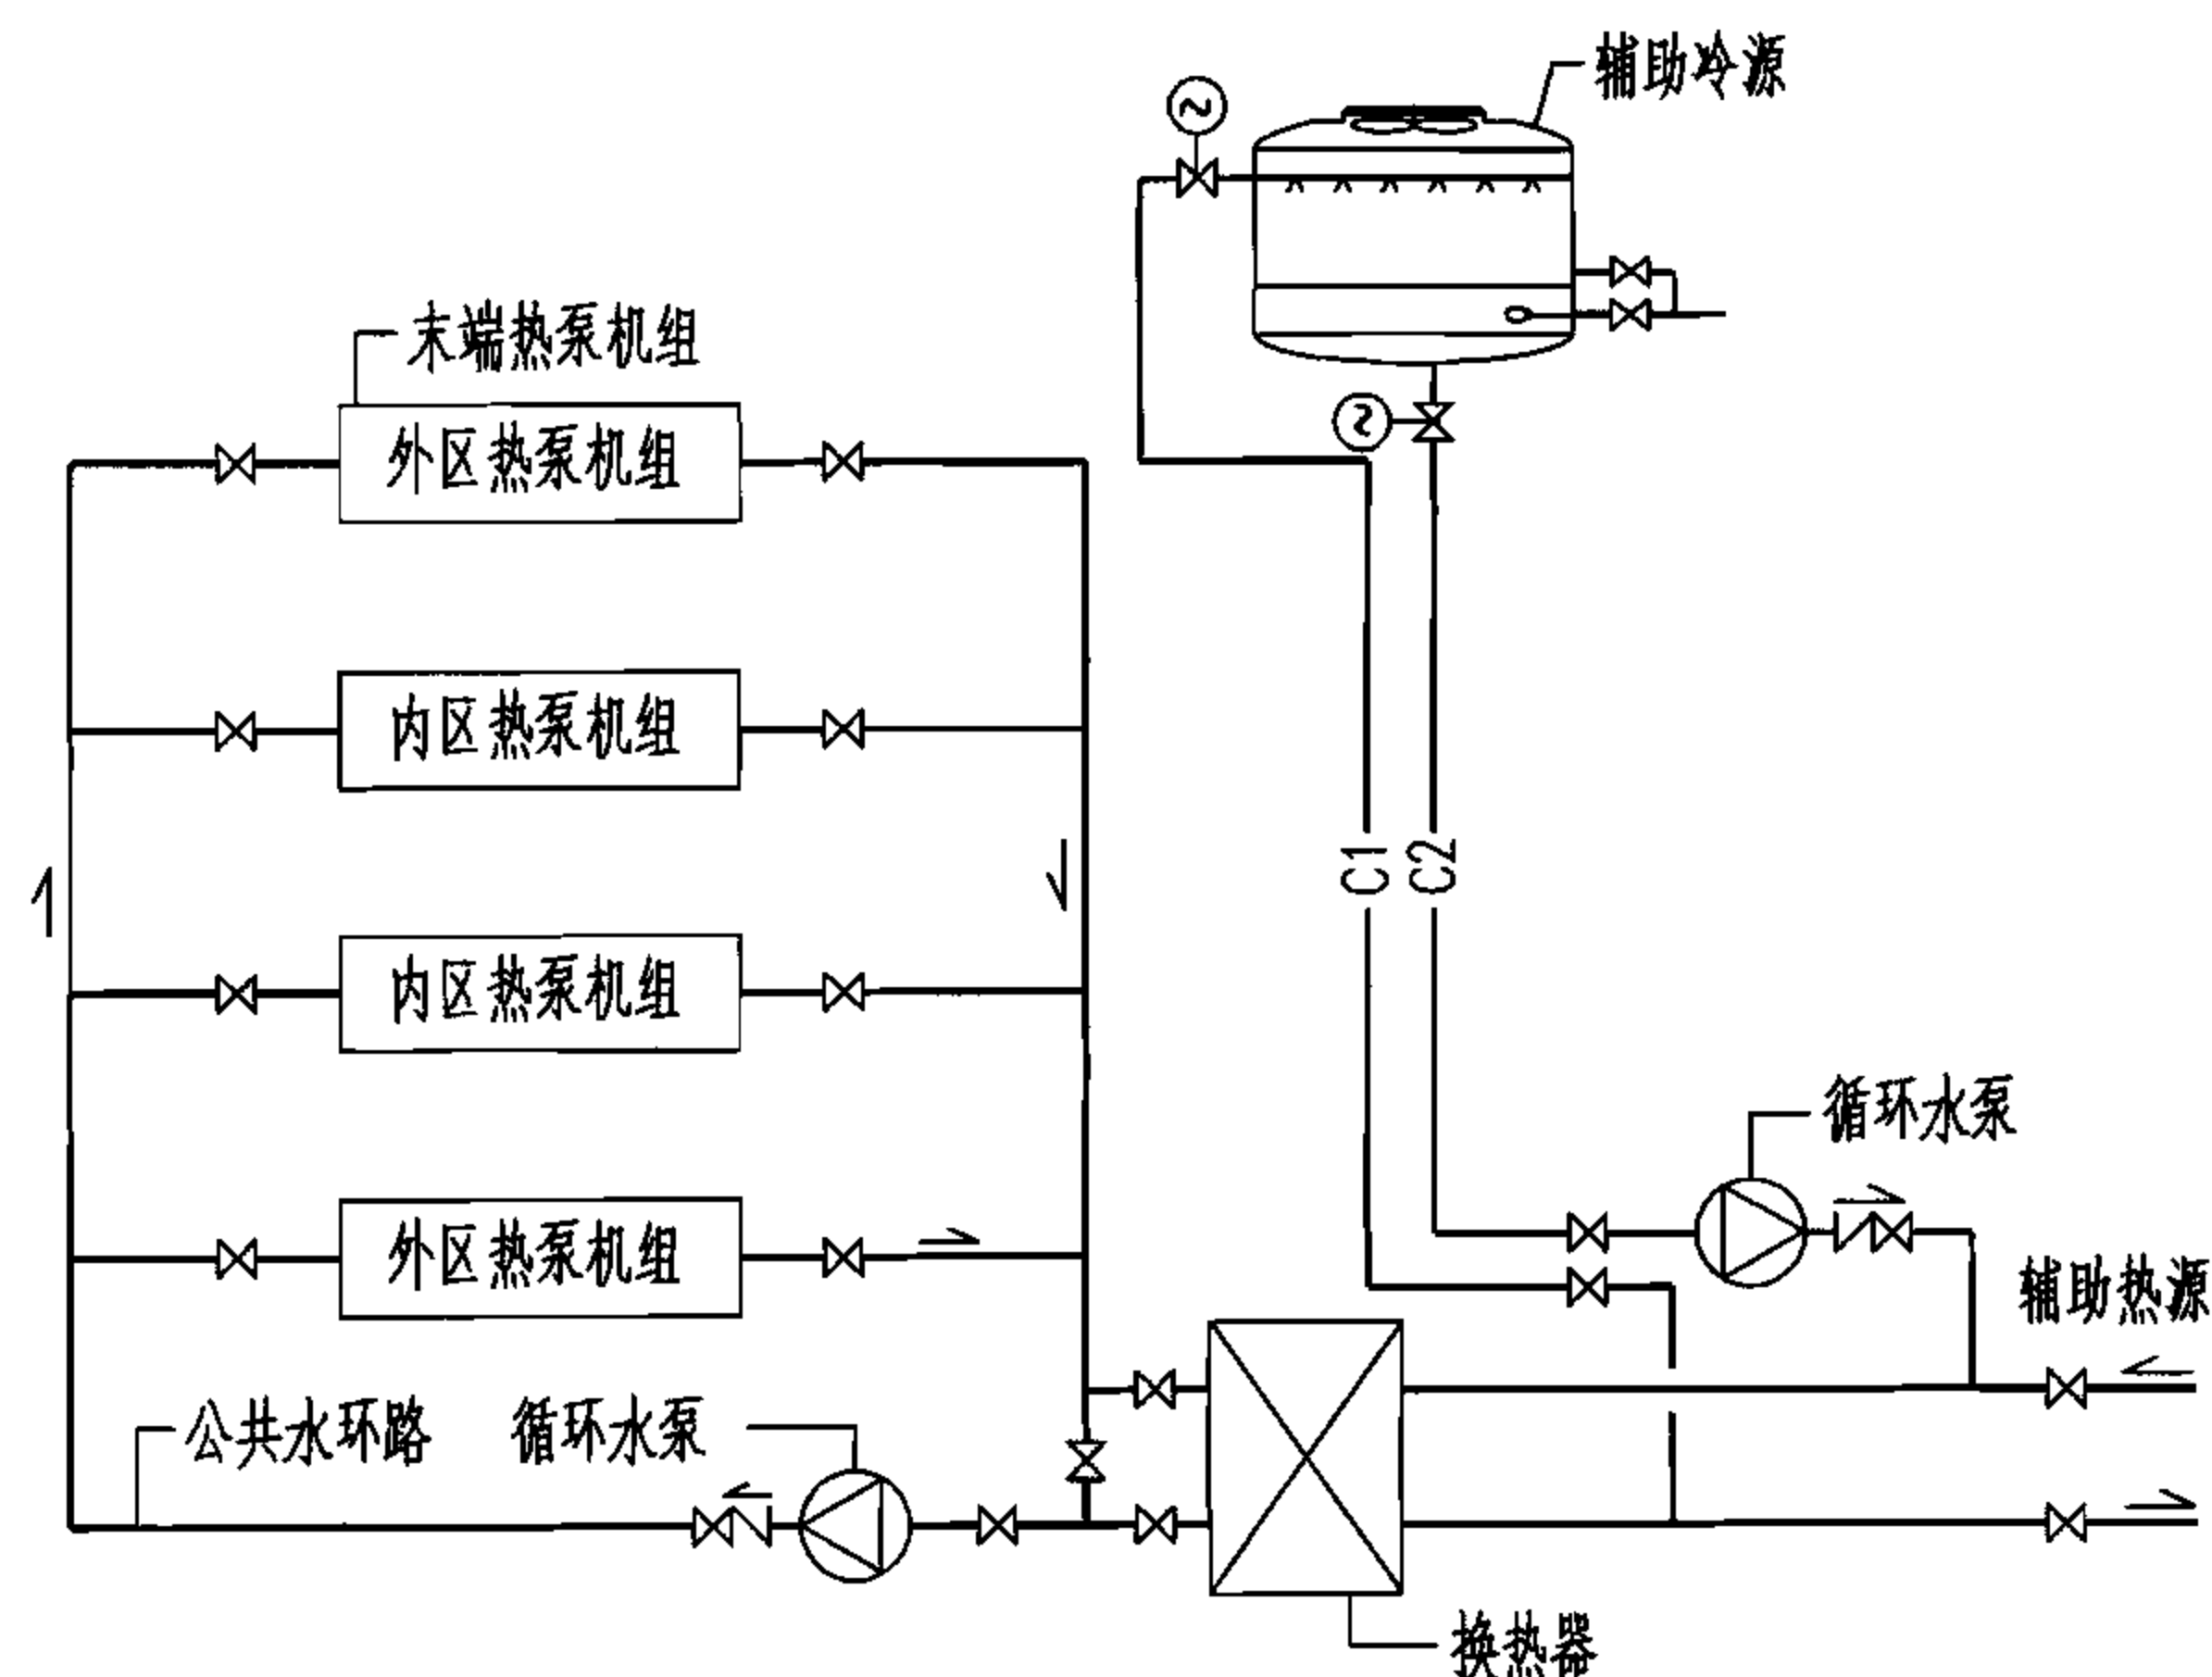
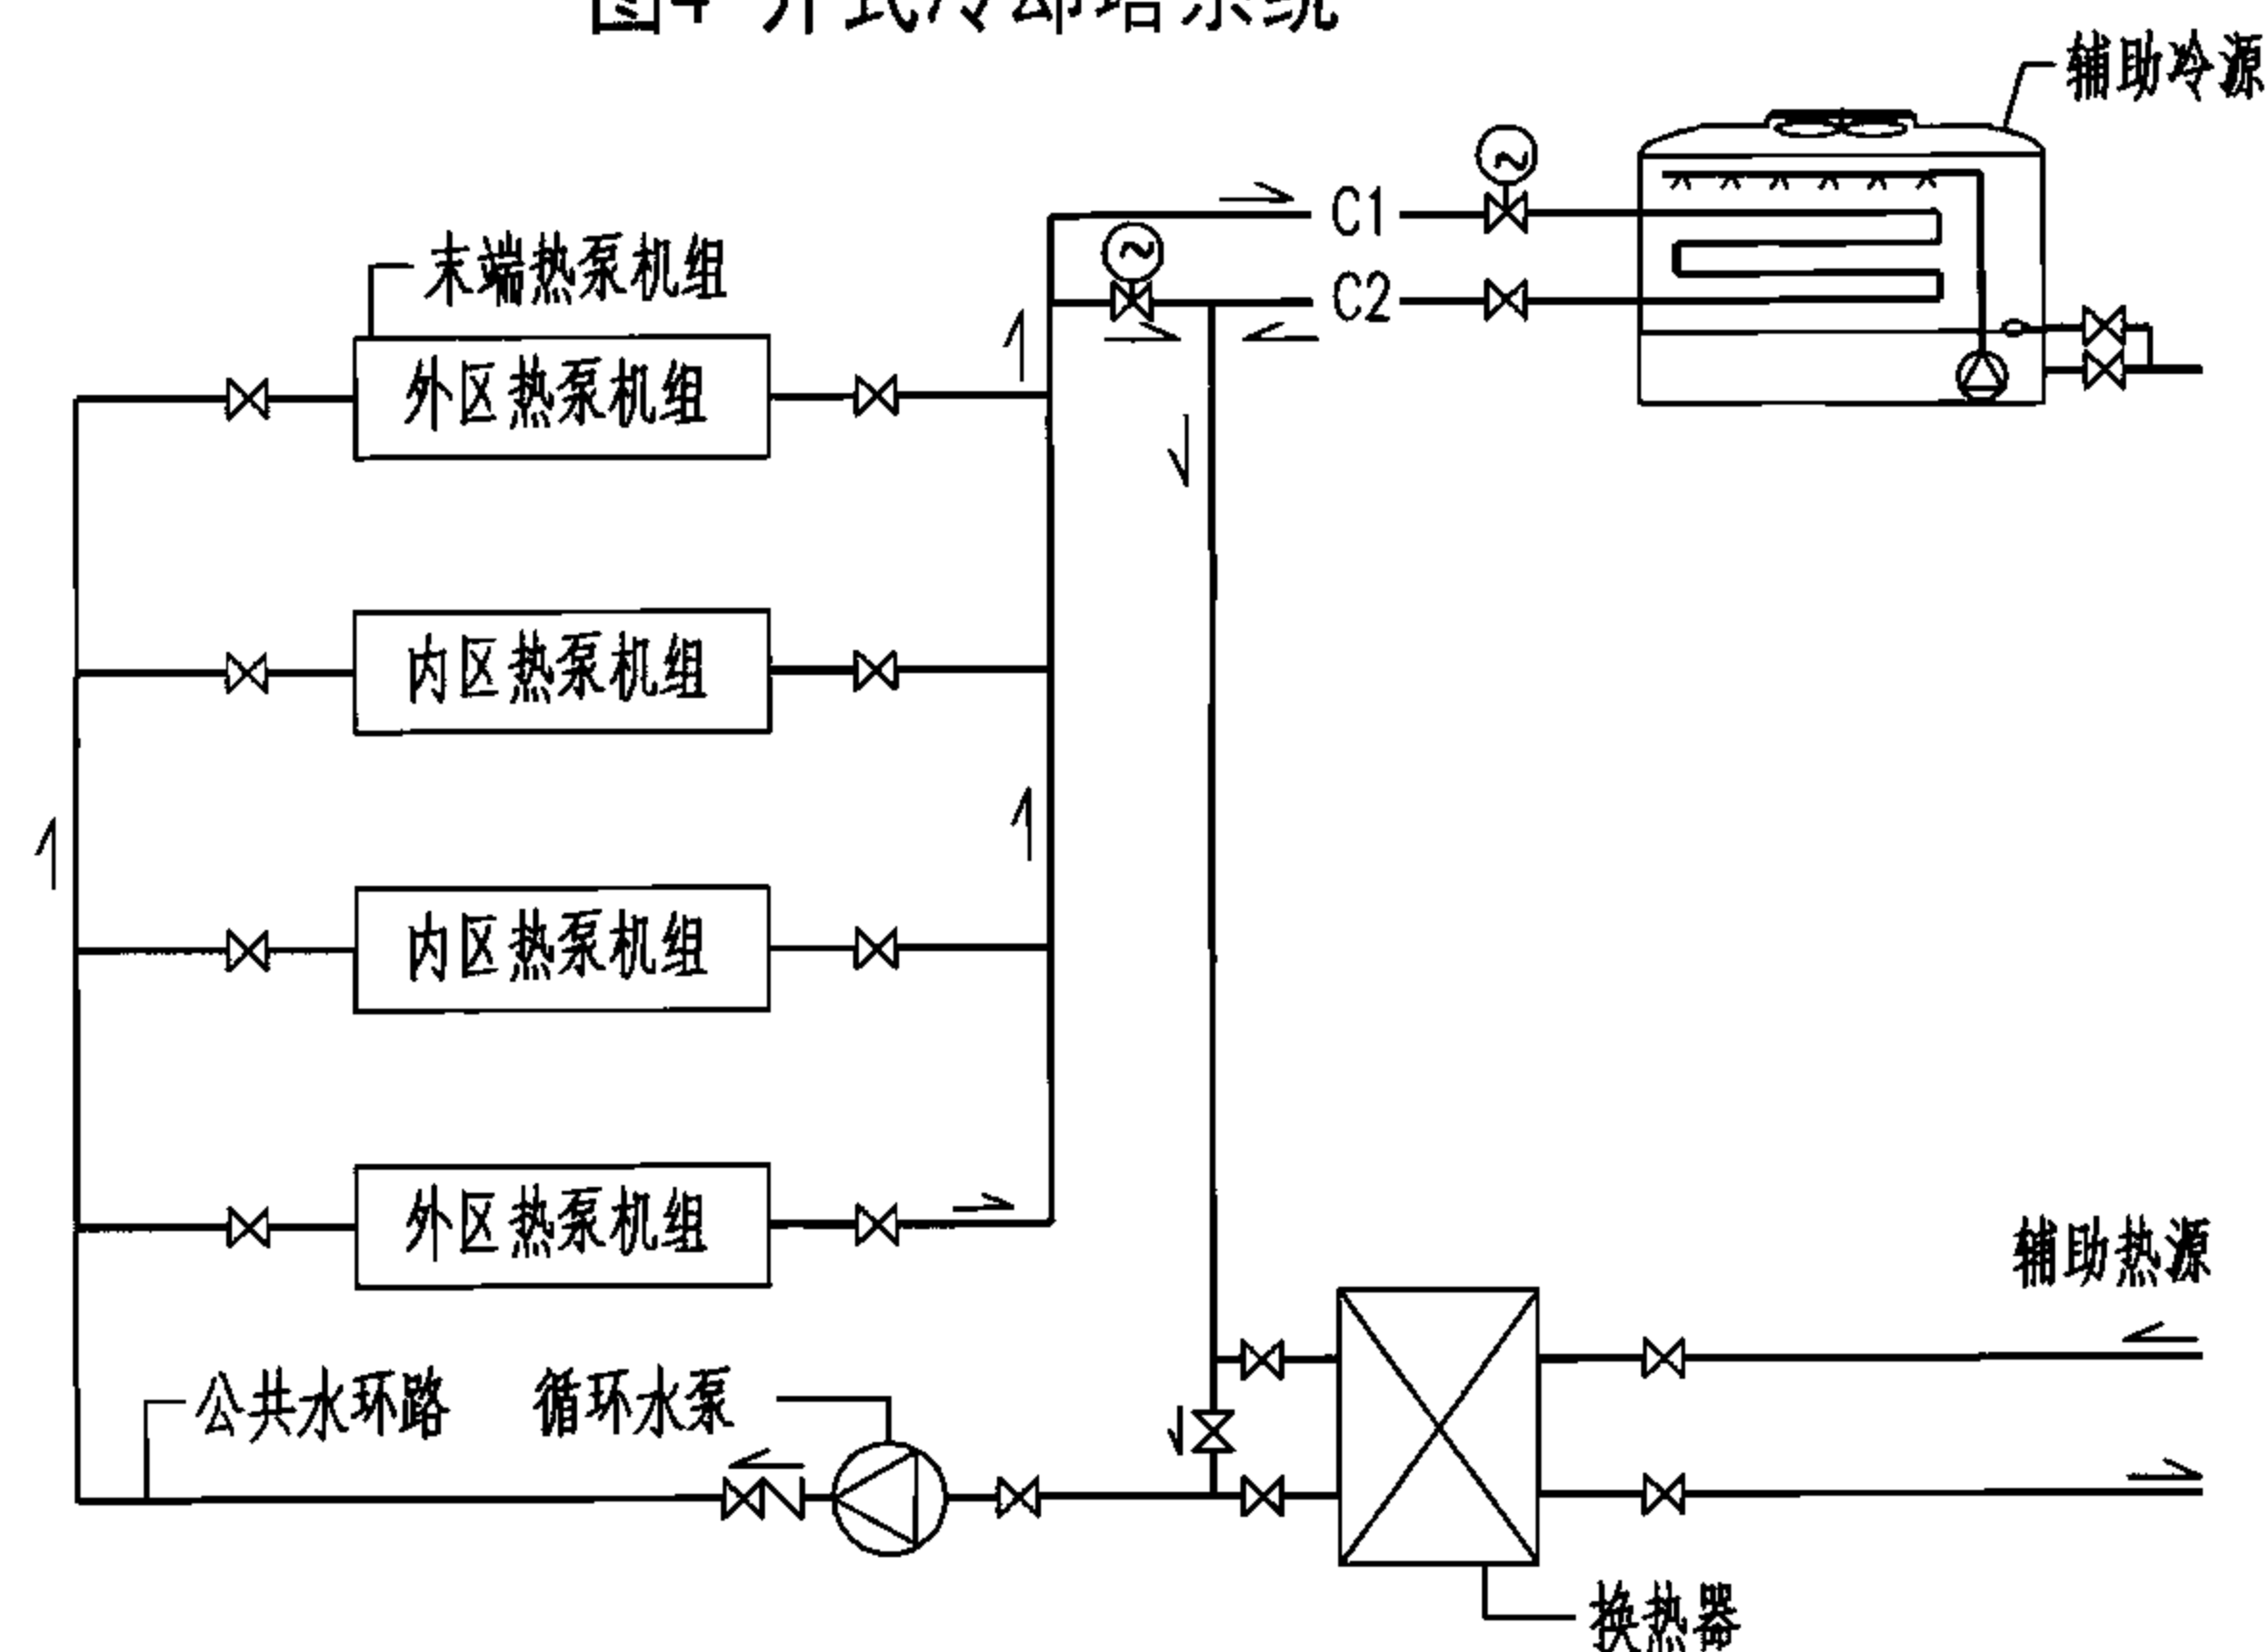
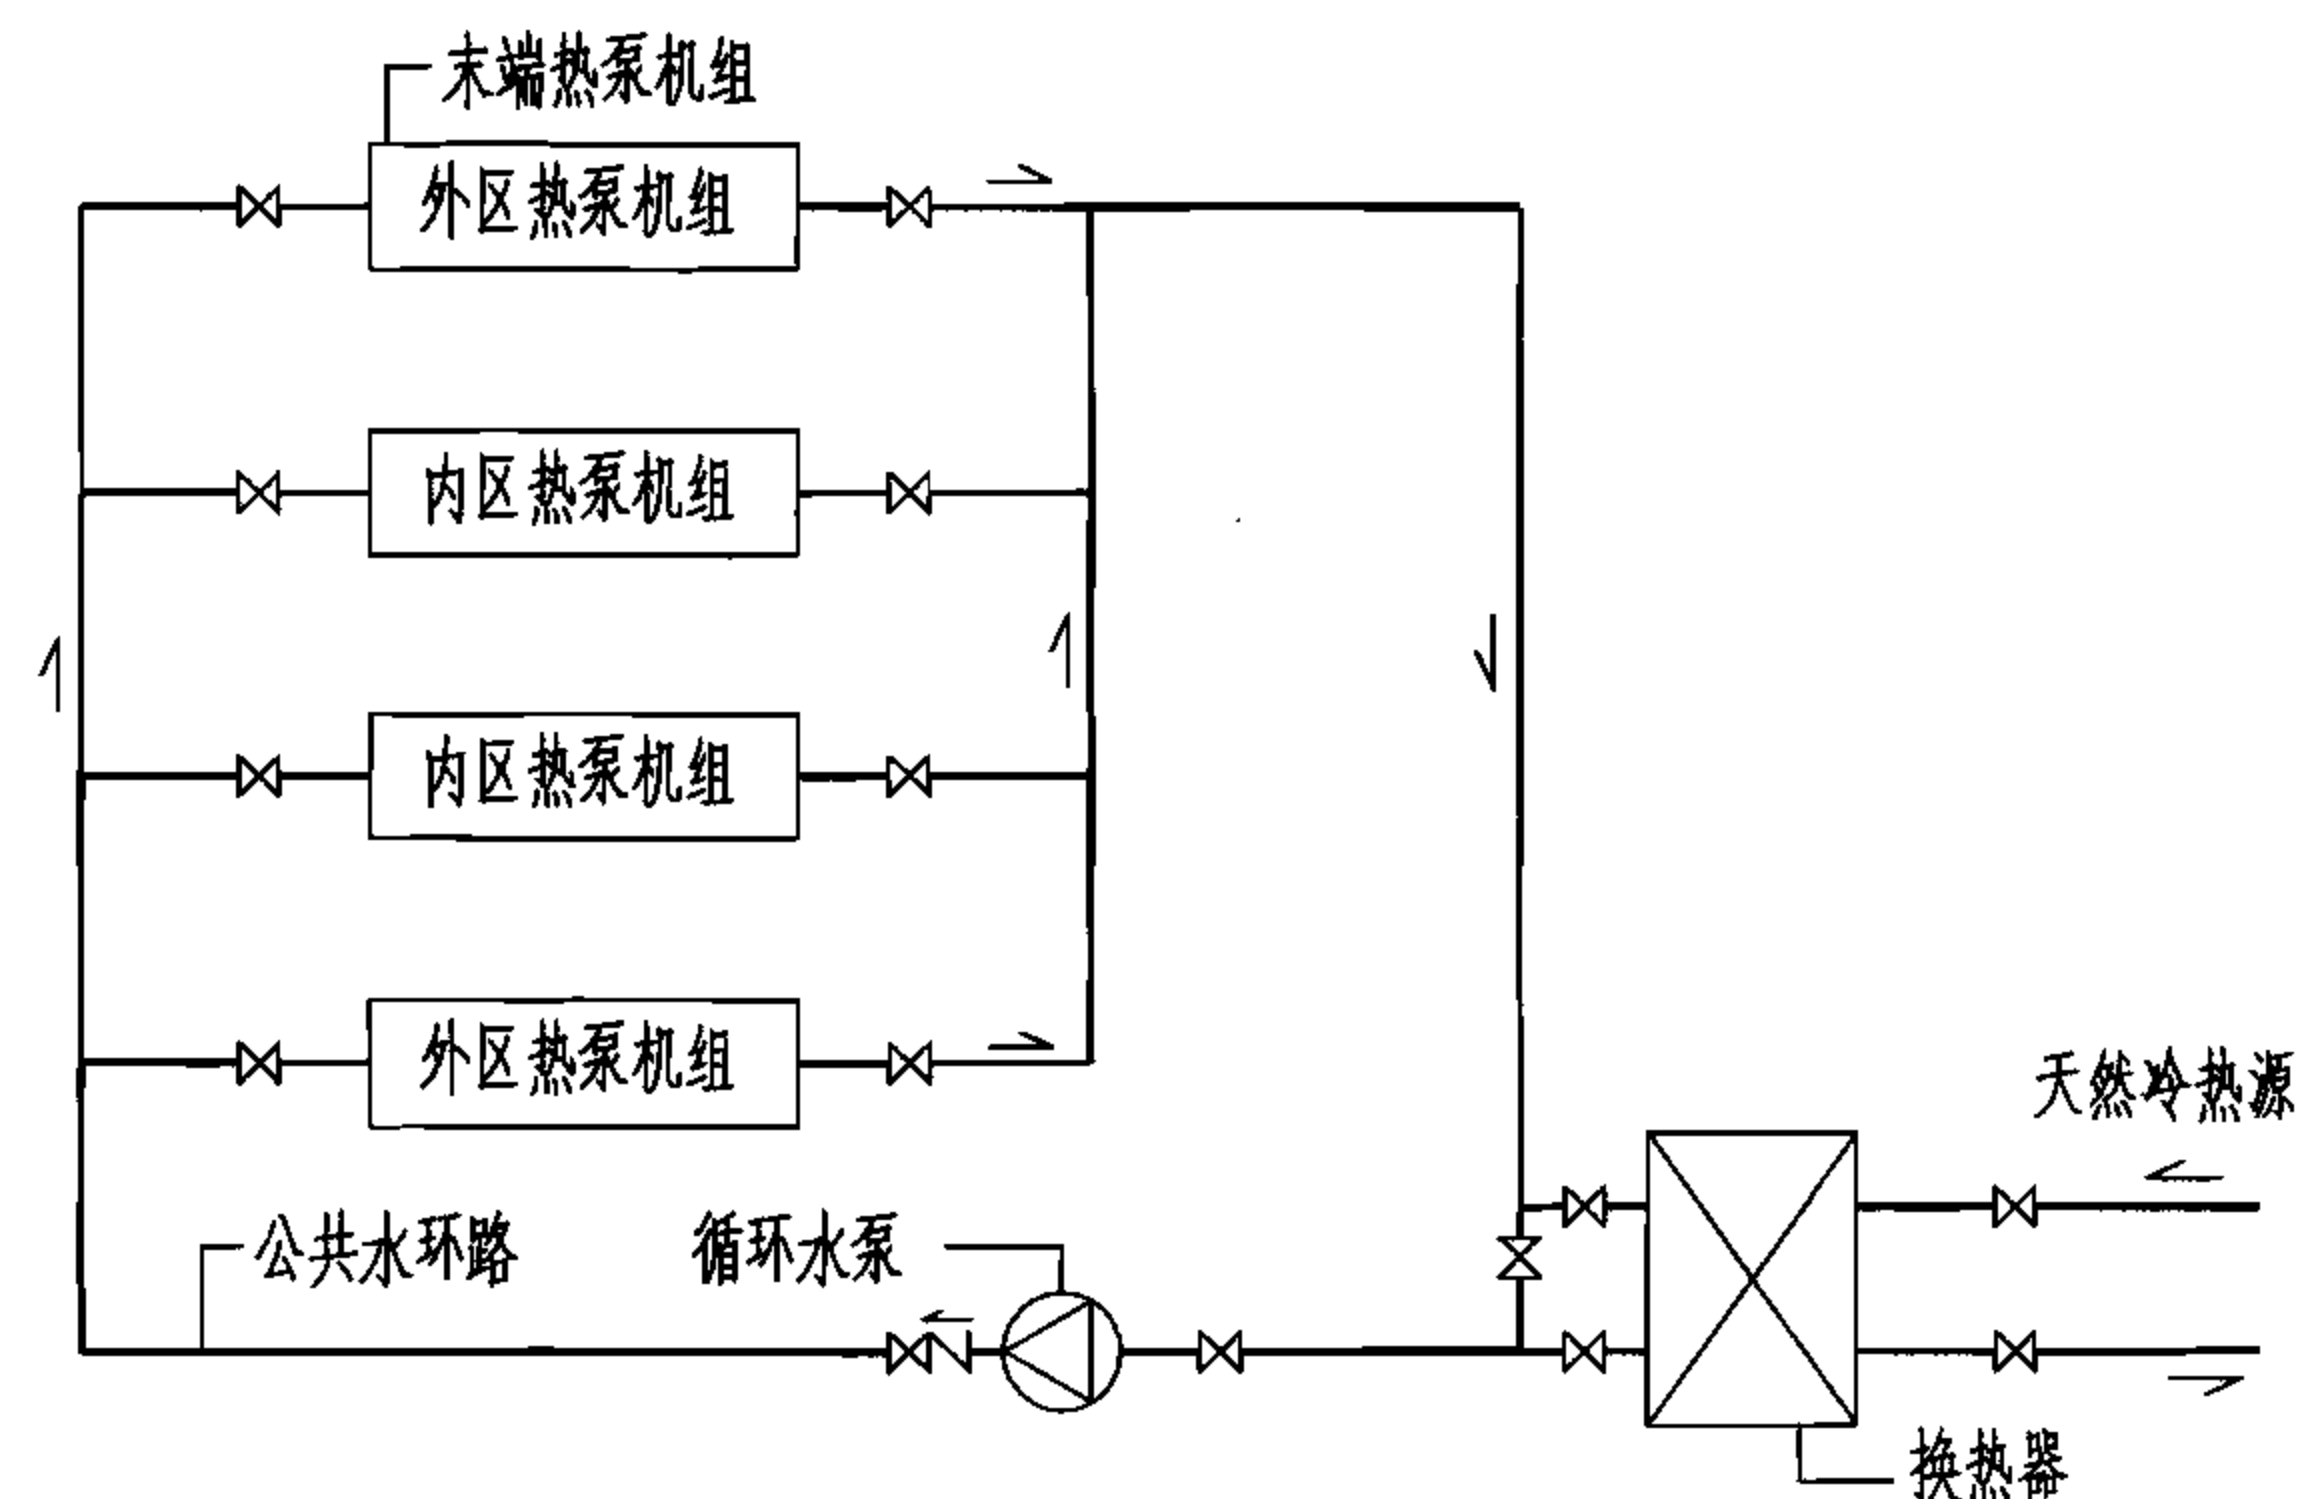

图4 开式冷却塔系统
图5 闭式冷却塔系统
图6 天然冷、热源系统
2.1 水环系统由三部分组成: 水环热泵机组; 公共水环路; 辅助冷热源。如图4、图5、图6所示。
注：1. 图4、图5所示辅助冷热源一般为：冷却塔、燃油（气）锅炉、市政热力等。
2. 图6所示为天然冷热源，如：地下水、地表水、工艺废水等。
如实际工程中有如图6所示天然冷热源条件,应优先采用,以利于环保和节能。